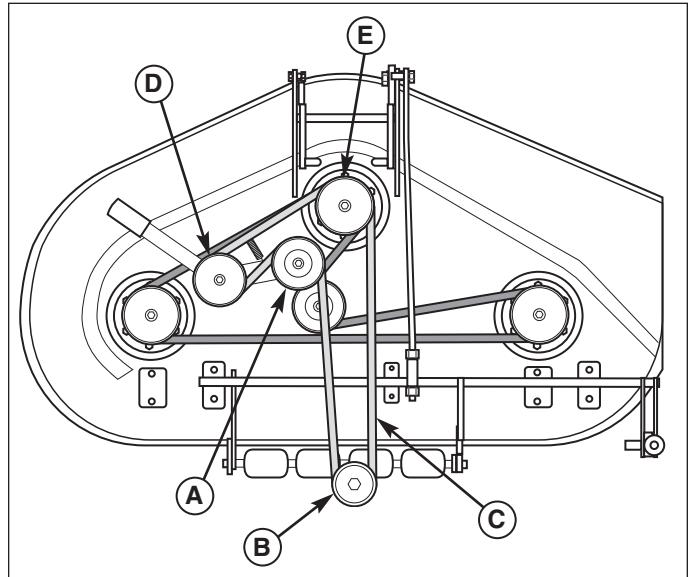

Figure 31. Remplacement de la courroie de PDF
2. Déplacer le levier à ressort de poulie folle pour relâcher la tension de la courroie de PDF. Enlever la courroie de PDF de la poulie folle (D, Figure 31) et la courroie du moteur (B).
3. Installer la nouvelle courroie (C) comme indiqué.
4. Serrer la pièce latérale arrière de poulie folle (A).